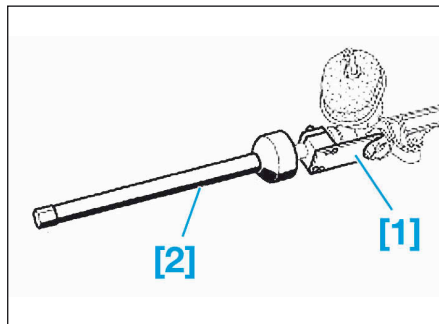
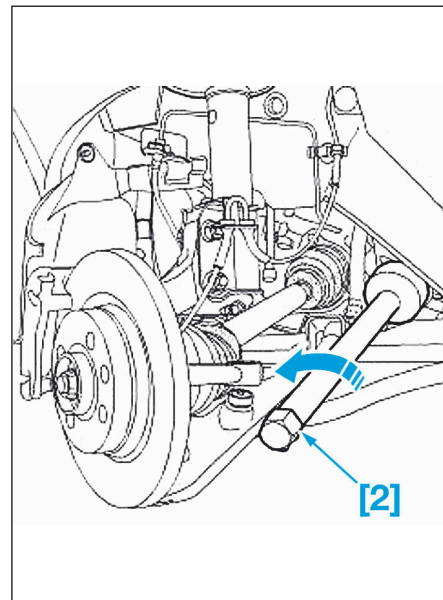

FIG.8
FIG.9
- [1]. Outil de blocage de la biellette de direction (référence : Dir. 1306-01) (Fig.8).
- [2]. Outil de dépose-repose de la biellette de direction Ø 35 mm à 41 mm (référence : Dir. 1305-01) (Fig.8) et (Fig.9).
- Mettre en place l'outil [1] sur la crémaillère (Fig.8).
- Débloquer la biellette à l'aide de l'outil [2] (Fig.9).